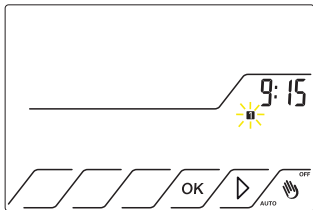

Fig.12
3.7 Premere il tasto **OK** per confermare. Lampeggia la scritta **1** (lunedì). Fig.12